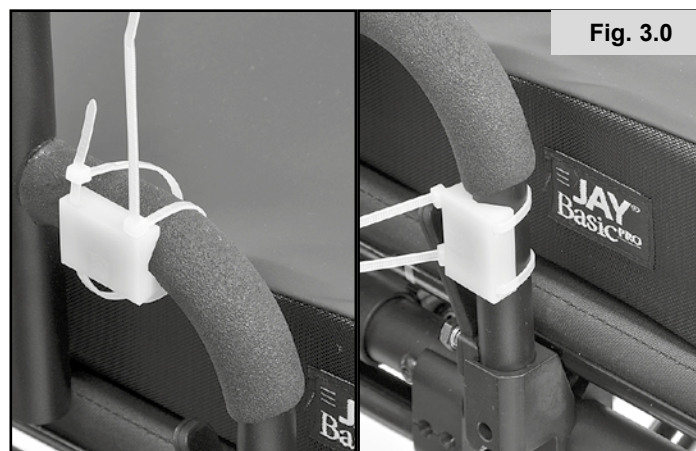

Fig. 3.0
3. Mit der mitgelieferten Befestigung der Schaltbox (hier zur Verdeutlichung weiß dargestellt) kann die Schaltbox mit Hilfe des mitgelieferten doppelseitigen Klebebands und der Kabelbinder an einem vertikalen oder an einem horizontalen Rohr mit einem Durchmesser von 19 mm bis 28 mm befestigt werden (Fig. 3.0 - 4.0).